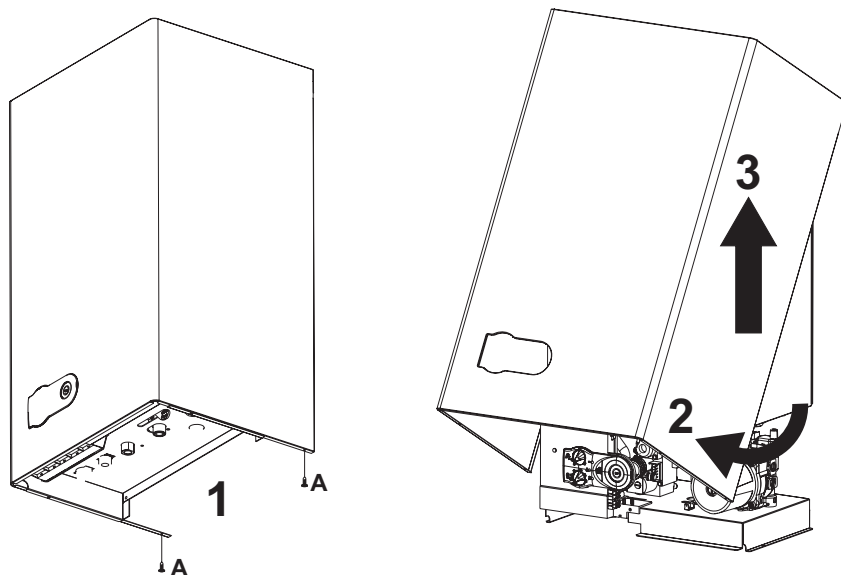

рис. 23 - Снятие кожуха
1. Отвинтите винты "А" (см. рис. 23).
2. Поверните кожух (см. рис. 23).